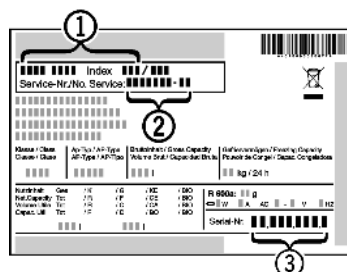

Fig. 40
- Gerätebezeichnung Fig. 40 (1), Service-Nr. Fig. 40 (2) und Serial-Nr. Fig. 40 (3) vom Typenschild ablesen. Das Typenschild befindet sich an der linken Geräteinnenseite.